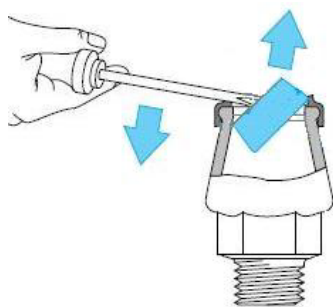

Figure 6
1. Enlever prudemment l'anneau de serrage (voir fig. 6, ne pas endommager le revêtement époxy)